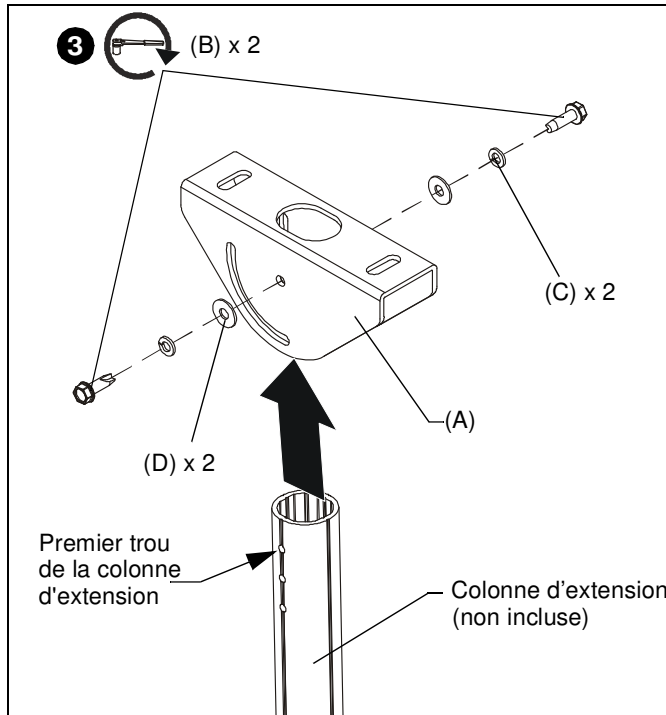

Figure 3
3. Fixez sans serrer la colonne d'extension (non incluse) au CPA365 à l'aide de deux vis autotaraudeuses à tête hexagonale de 5/16-18 x 1" (B), deux rondelles frein fendues de 5/16" (C) et deux rondelles plates de 5/16" (D) dans les trous de fixation du CPA395 et dans le premier trou de chaque côté de la colonne d'extension. (Voir la Figure 3)